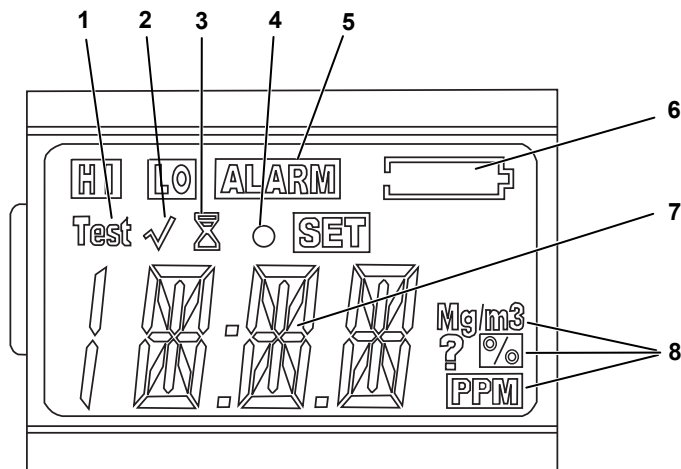

Рис. 2 Дисплей
- если не горит индикатор разряда батареи (Поз. 6 на Рис. 2) и